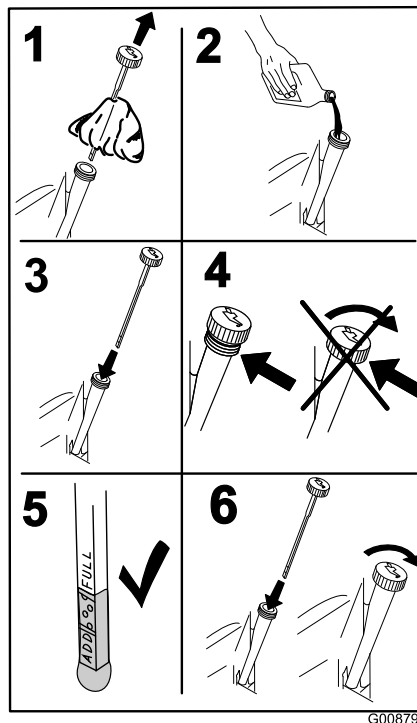

Figura 43
4. Vierta lentamente un 80% aproximadamente del aceite especificado por el tubo de llenado, luego añada lentamente el resto del aceite hasta que llegue a la marca de **Lleno** (Figura 43).